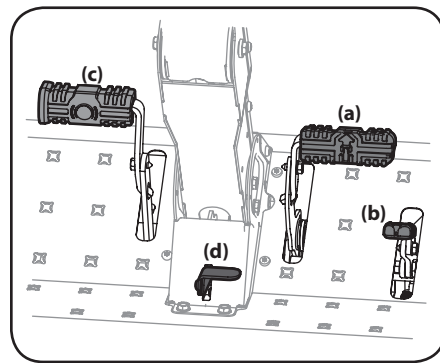

Figure 3-1
2. Pour vous déplacer en marche avant, appuyez doucement sur la pédale de marche avant (a) jusqu'à ce que vous atteigniez la vitesse désirée. Voir Figure 3-1.
6. Pour vous déplacer en marche arrière, regardez d'abord derrière vous, puis appuyez doucement sur la pédale de marche arrière (b) avec l'avant du pied (et NON avec le talon) jusqu'à ce que vous atteigniez la vitesse désirée. Voir Figure 3-1.